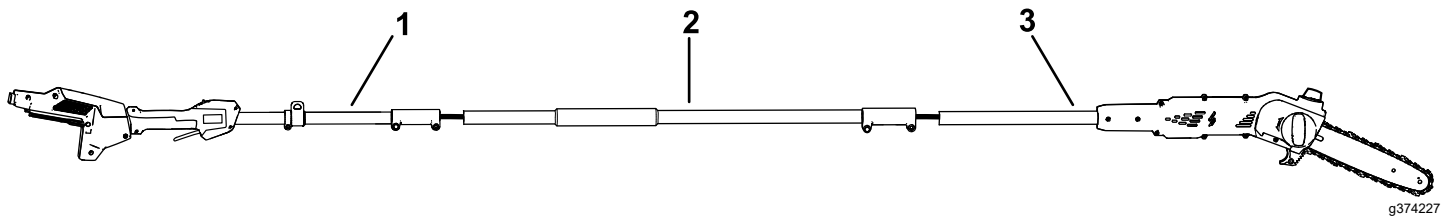

Figure 4
1. Dépliez les sections de la perche (Figure 4).